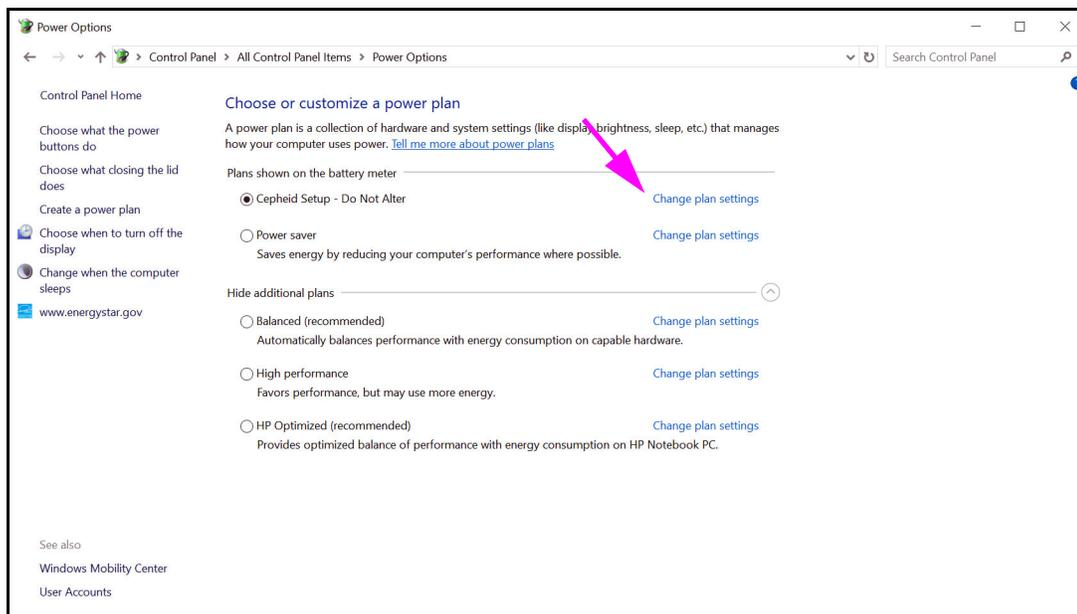
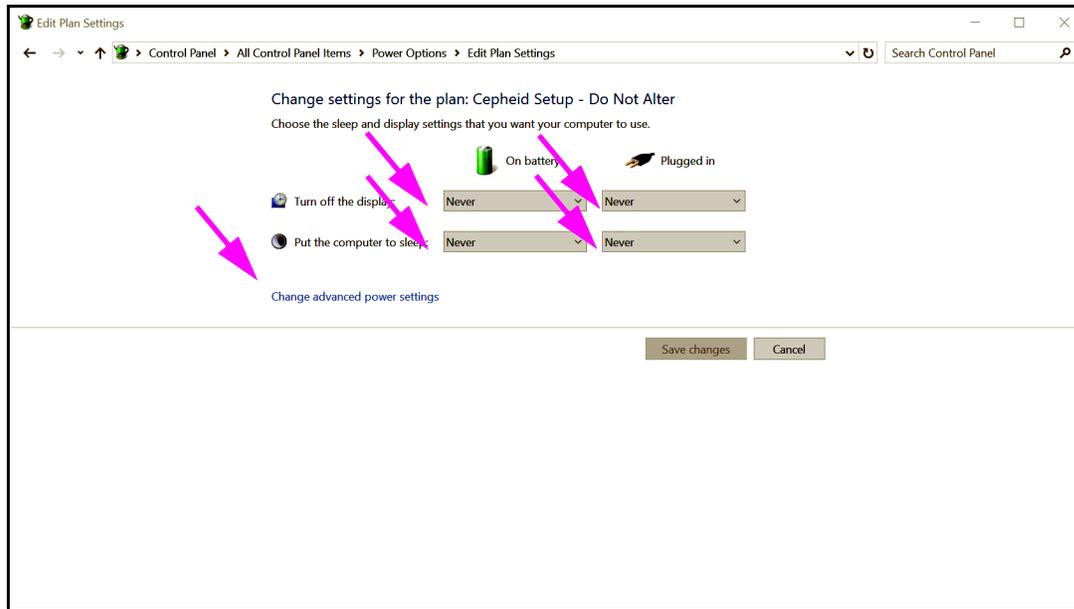
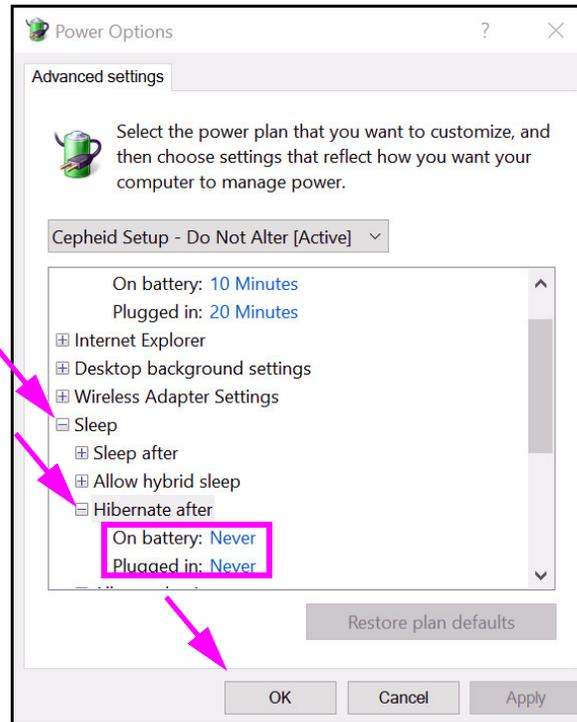

Figura 2-25. Finestra Power Options (Opzioni risparmio energia)
Figura 2-26. Finestra Edit Plan Settings (Modifica combinazioni per il risparmio di energia)
Figura 2-27. Finestra Power Options—Advanced settings (Sleep) [Opzioni risparmio energia—Impostazioni avanzate (Sospensione)]
3. Nella sezione **Cepheid Setup—Do Not Alter (Configurazione Cepheid—Non alterare)**, fare clic su **Change plan settings (Modifica impostazioni combinazione)**. Vedere la Figura 2-25. Viene visualizzata la finestra **Edit Plan Settings (Modifica combinazioni per il risparmio di energia)**. Vedere la Figura 2-26.
4. Verificare che le funzionalità **Turn off the display (Disattivazione schermo)** e **Put the computer to sleep (Sospensione computer)** siano impostate su **Never (Mai)** per entrambe le opzioni **On battery (Batteria)** e **Plugged in (Rete elettrica)**. Inoltre, accertarsi che il cursore della funzione **Adjust plan brightness (Luminosità schermo)** sia impostato sulla massima luminosità. Vedere la Figura 2-26.
5. Fare clic su **Change advanced power settings (Cambia impostazioni avanzate risparmio energia)** (vedere la Figura 2-26). Viene visualizzata la finestra **Power Options—Advanced settings (Opzioni risparmio energia—Impostazioni avanzate)**. Vedere la Figura 2-27.
6. Nella finestra Power Options—Advanced settings (Opzioni risparmio energia—Impostazioni avanzate), fare doppio clic su **Sleep (Sospensione)** per espandere la visualizzazione e quindi fare doppio clic su **Hibernate after (Metti in stato di ibernazione dopo)**. Vedere la Figura 2-27.
11. **Solo per i computer portatili:** Fare clic su **Cancel (Annulla)** per chiudere la finestra Edit Plan Settings (Modifica combinazioni per il risparmio di energia). Viene visualizzata la finestra Power Options (Opzioni risparmio energia) (vedere la Figura 2-25).